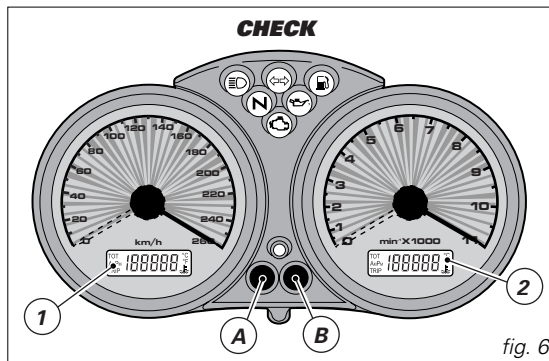

fig. 6
Tournez la clé sur **ON** et appuyez sur le bouton-poussoir (B) (fig. 6) pour alterner l'affichage du totalisateur journalier à celui du compteur kilométrique.
Appuyez sur sur le bouton-poussoir (B) (fig. 6) pendant plus de 2 secondes, fonction **TRIP** activée (totalisateur journalier), pour la mise à zéro de l'afficheur (LCD 1).
Tournez la clé sur **ON** et appuyez sur le bouton-poussoir (A) (fig. 6) pour afficher l'horloge et la température de l'huile.
Si l'on tourne la clé sur **ON** et l'on appuie sur le bouton-poussoir (B) (fig. 6) dans 5 secondes, chaque pression de cette bouton produira une variation de l'intensité lumineuse du tableau de bord.